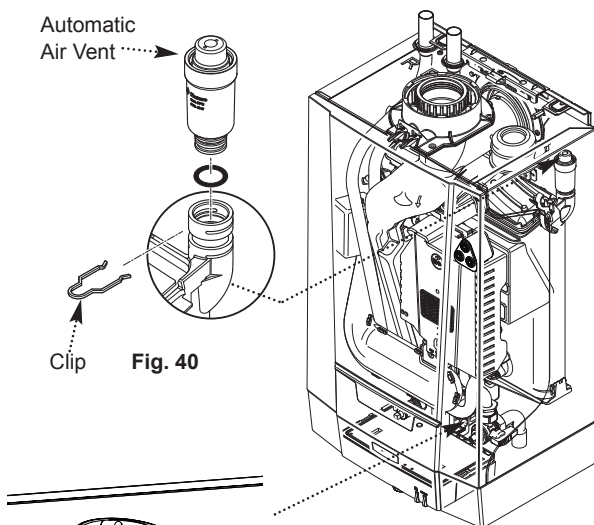

Fig. 40
10.3.2 Automatic Air Vent (Fig. 40)